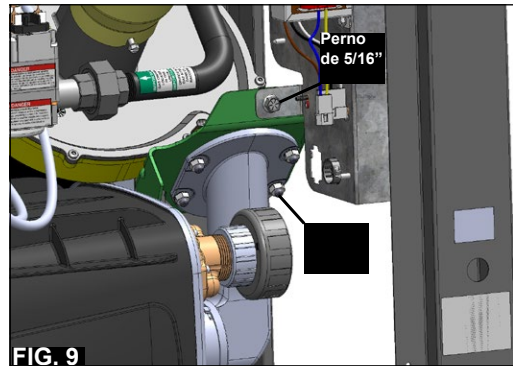

FIG. 9
8. Retire las tuercas de 5/16" (4 ud.) y el perno de 5/16" (1 ud.) que sujetan el colector de aire (cuerno) al soporte del soplador y al panel eléctrico. (Fig. 9).